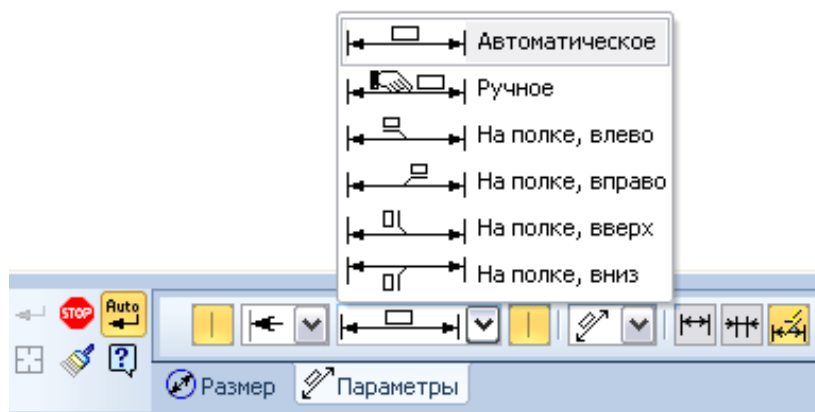

Рис. 2.3.29
4. Визвіть діалогове вікно **Параметры**, розкрийте способи введення параметрів та виберіть необхідне (рис. 2.3.29). Натисніть на кресленні у місці розташування розміру та закінчіть простановку діаметрального розміру.